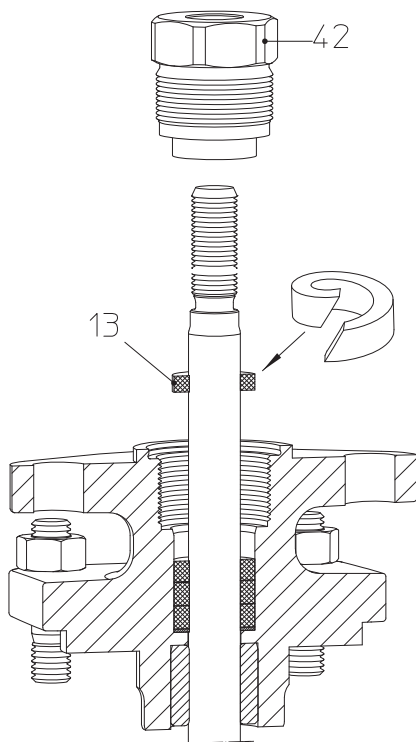
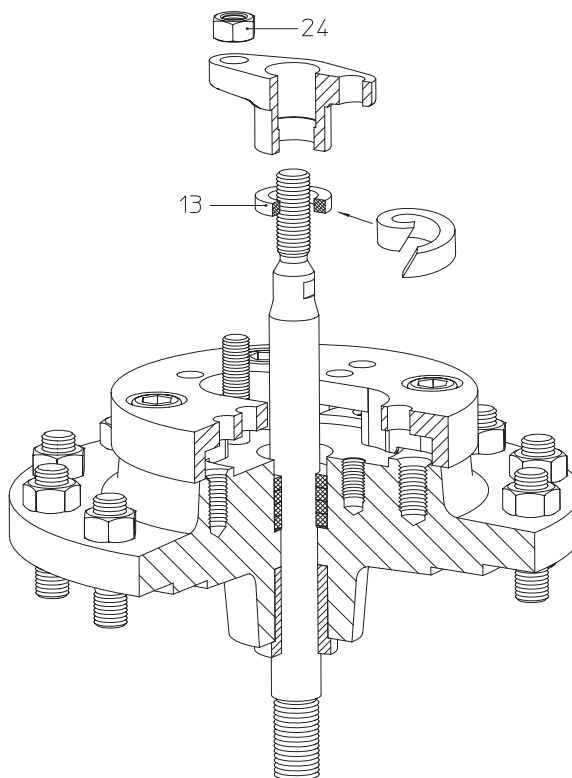

Fig. 13: Pakdåsepakning DN15-150
Fig. 14: Pakdåsepakning DN125v-150v
- Indsæt en ny pakring (pos. 13), indbygningen foretages som vist på fig. 13 hhv. fig. 14.